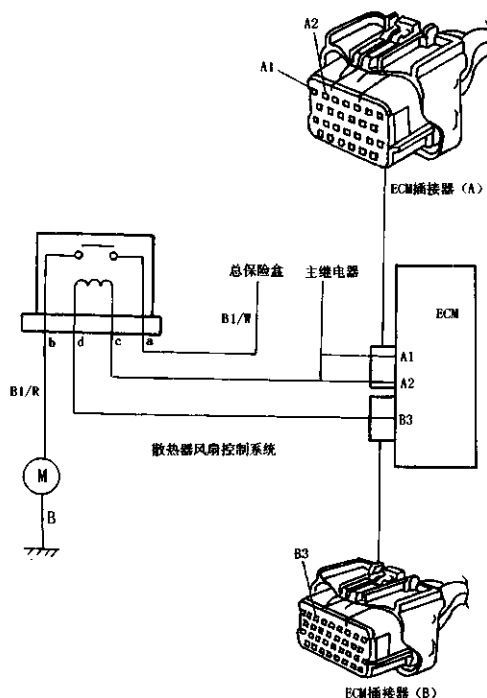

图 2-135 散热器风扇控制电路图
- ① 启动发动机怠速运转。
- ② 检查发动机冷却液温度在 90℃ 时，冷却风扇是否工作。
- ③ 当冷却液温度降至 85℃ 以下时，冷却风扇是否停止工作。
- ④ 关闭点火开关，拆下散热器风扇继电器。
- ⑤ 根据散热器风扇控制系统电路如图 2-135 所示。检查散热器风扇继电器、主继电器、总保险盒等控制电路。